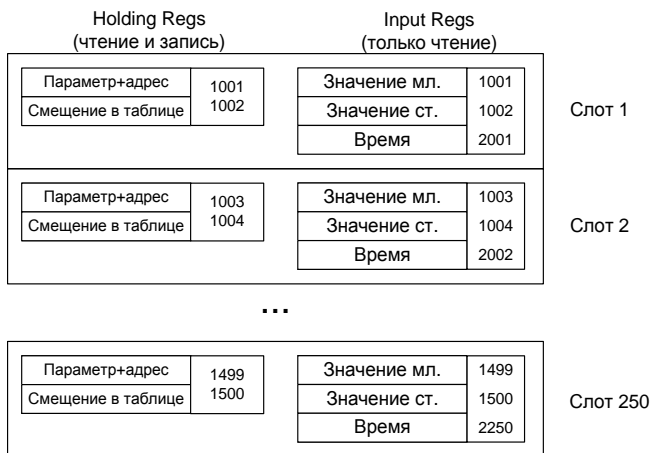

Рисунок 12 – Слоты опроса
3.8.1.1 Для организации доступа к параметрам преобразователей по протоколу Modbus в устройстве реализовано 250 слотов опроса – ячеек, в которые помещаются значения параметров преобразователей (рисунок 12). Один слот может хранить значение одного параметра преобразователя. Опрос преобразователей по линии СЕНС устройство выполняет независимо от запросов по протоколу Modbus.